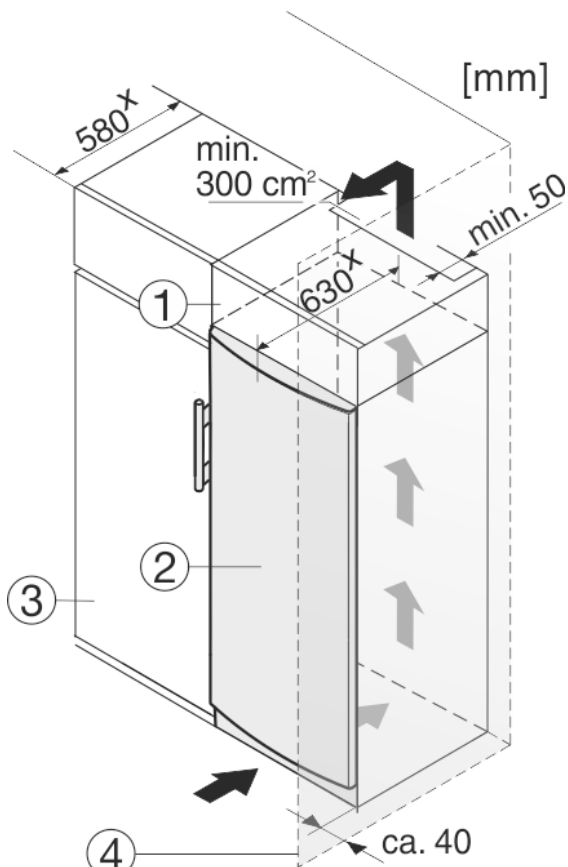

Fig. 9
- (1) Szafka nakładana (3) Szafka kuchenna
(2) Urządzenie (4) Ściana
Urządzenie może zostać obudowane szafkami kuchennymi. Aby dopasować urządzenie Fig. 9 (2) do wysokości ciągu szafek kuchennych, można nad urządzeniem umieścić szafkę nasadzaną Fig. 9 (1).
W przypadku obudowania szafkami kuchennymi (głębokość maks. 580 mm) urządzenie można ustawić bezpośrednio obok szafki kuchennej Fig. 9 (3). Urządzenie wystaje z boku o 34 mm * i na środku urządzenia o 50 mm * w stosunku do frontu szafek kuchennych.
Jeżeli urządzenie będzie ustawiane z zawiasami do ściany Fig. 9 (4), to pomiędzy urządzeniem i ścianą należy zachować minimalny odstęp, wynoszący 40 mm. Na taką odległość wystaje klamka przy otwartych drzwiach.